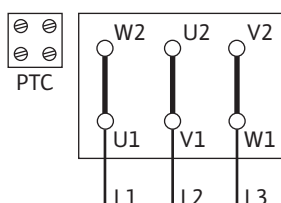

Fig. 10: Avviamento Y-Δ
- L'alimentazione di rete dipende dalla potenza motore P2, dalla tensione di rete e dal tipo di connessione. Per il collegamento necessario ai ponti di connessione nella morsettiera, fare riferimento alla seguente tabella e alle Fig. 10, 11 e 12.